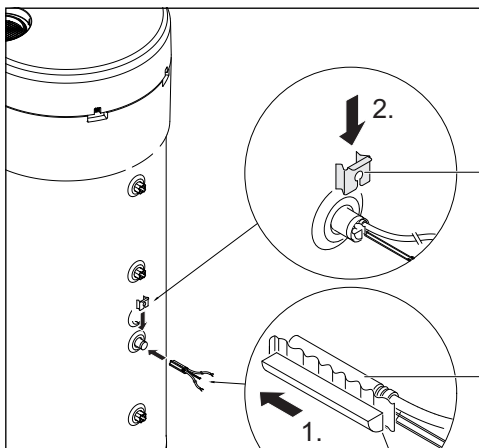

Fig. 11
- Montare il set di montaggio [1], la sonda di temperatura NTC dell'accessorio [2] e posizionare come illustrato in fig. 11.